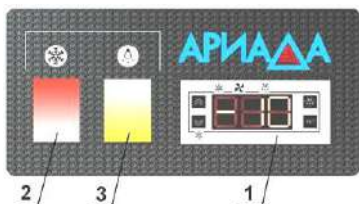

Рис.2. Панель управления
6.2. Панель управления представлена на Рис.2.